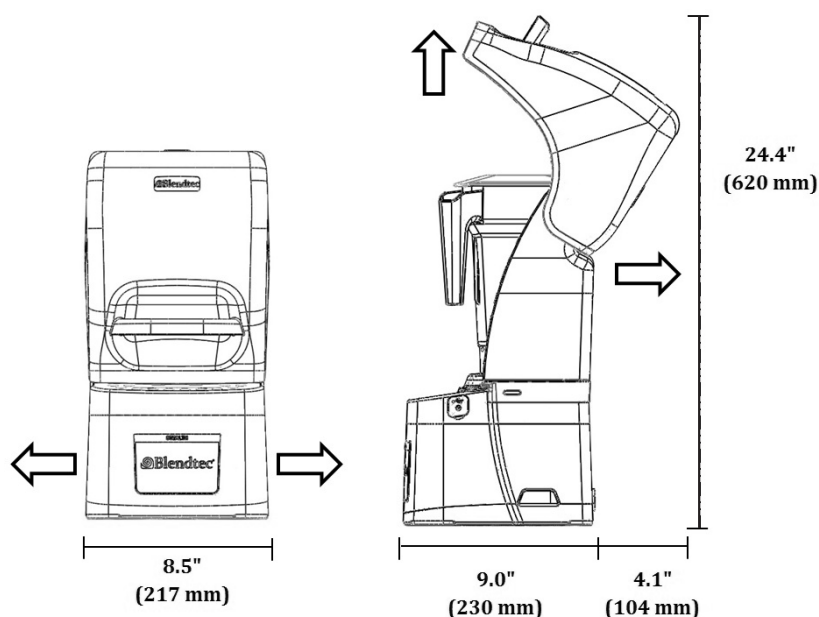

Рис. 5. Размеры блендера.
- Убедитесь в наличии достаточного пространства сверху и вокруг прибора с целью обеспечения беспрепятственного обращения со звукоизолирующим кожухом (размеры см. на рис. 5).
Примечание. Блендер Blendtec Stealth можно установить в месте расположения Вашего предыдущего блендера Blendtec. Следует только обеспечить надлежащее пространство для обращения со звукоизолирующим кожухом (размеры см. на рис. 5).
- Удостоверьтесь с соответствием размеров предполагаемого места установки блендера (см. рис. 5 и 6).